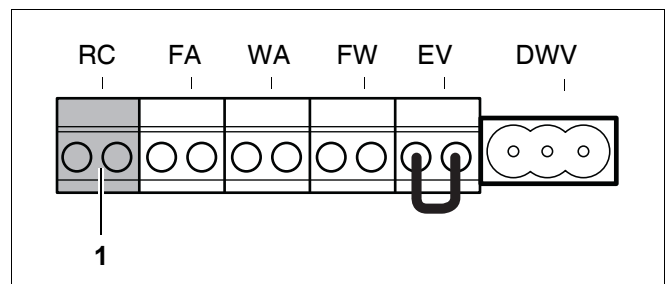

Bild 52 Anslutningslist – rumsmanöverpanel ModulLine och EMS-buss (anslutningsfärg orange)
- Anslut EMS-bussens anslutningskabel till den orange kontakten på klämanslutningslistan (bild 52, pos. 1).